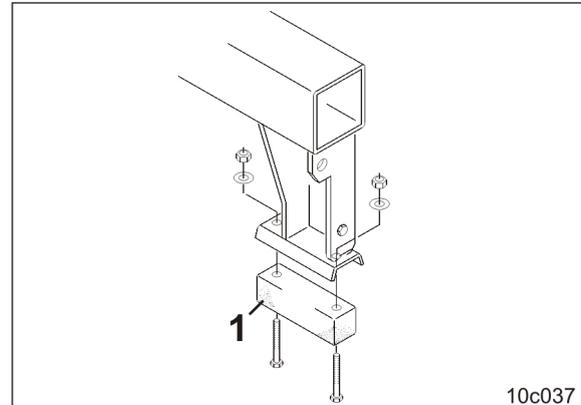

Fig. 104
- zwei Kunststoffauflagen (Fig. 104/1) und